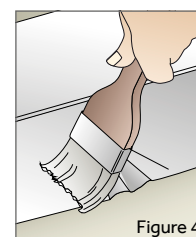

Figure 4
- Chasser les éventuelles bulles d'air (figure 4).